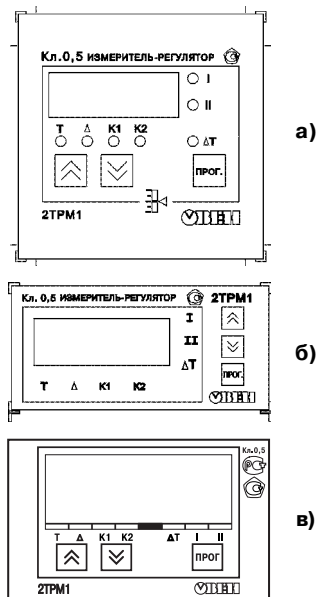

Рис. 18
3.2.5. На рис. 18, а приведен внешний вид лицевой панели прибора 2TPM1 для корпусов настенного (Н) и щитового (Щ1) крепления, на рис. 18, б – щитового (Щ2), а на рис. 18, в – DIN-реечного (Д).